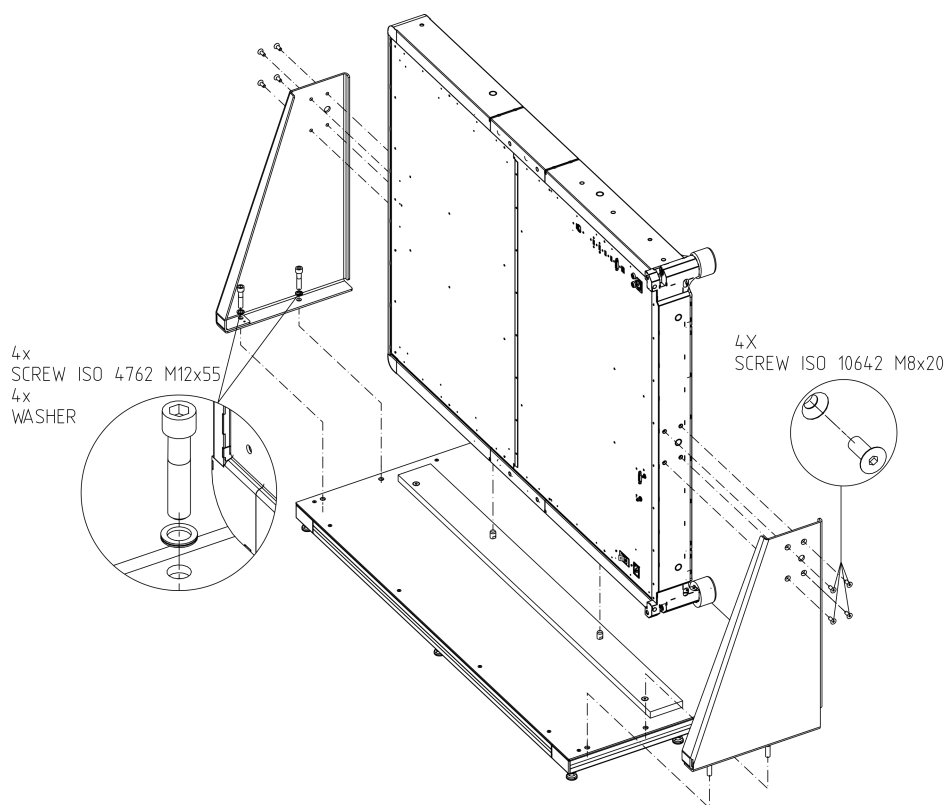

図 4-12: 支持体のマウントを含む R&S QAR の設置
1. R&S QAR の各側で 4 個のソケット・ヘッド・ネジ（サイズ 5）を使用して、2 つの支持体を R&S QAR にネジ止めします（図 4-12 を参照）。
位置は、図 4-12 に示すように、プラットフォーム上の 2 本のピンによって決まります。これらの 2 本のピンが、R&S QAR のフレームの 2 つの取り付け穴に収まります。
メモ： 図 4-12 に示すように、ネジと支持体の間にワッシャーを挿入します。